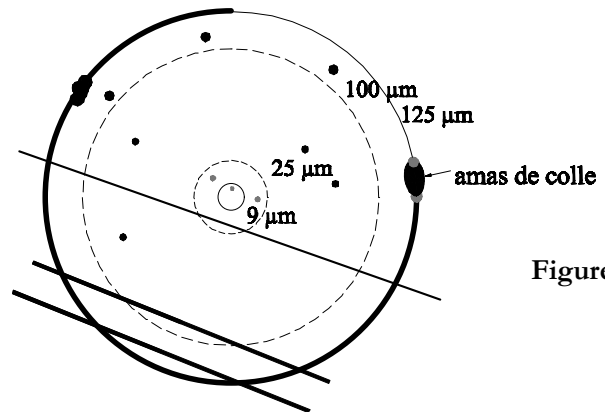

Figure 3
- Critère économique (fig. 3) Produits convenant à la plupart des applications (série D). Livrés avec rapport d'essai à 1550nm et disponibles seulement avec les connecteurs ST, FC et SC dans les longueurs de 3, 5, 10 et 20 m.